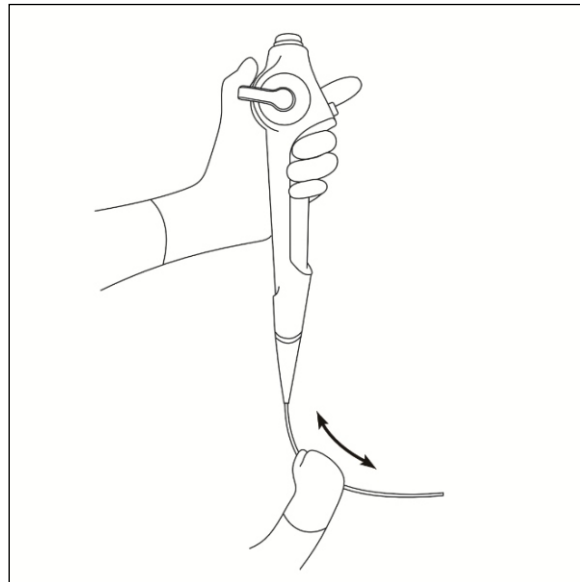

Figura 2.1
4. Segurando delicadamente o tubo de inserção com uma das mãos, passe cuidadosamente as pontas dos dedos por toda a extensão do tubo em ambas as direções (veja a Figura 2.1 ) . Verifique se não há nenhum objeto impedindo a passagem da mão, nenhuma saliência de fio metálico na parte interna ou ao redor do tubo de inserção e se o tubo não está anormalmente rígido.